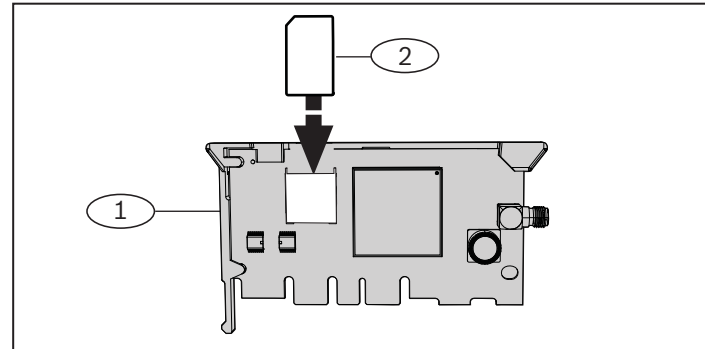

Figura 2.1: Inserción de la tarjeta SIM
2. Deslice la tarjeta SIM en el soporte para tarjetas SIM del módulo para introducirla en el mismo, asegurándose de que el lado del contacto de color oro de la tarjeta SIM se encuentra contra el módulo. Consulte la Figura 2.1.